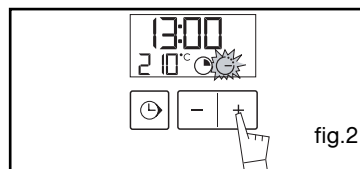
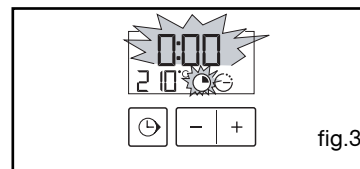

fig.2
fig.3
Réglez l'heure en appuyant sur les touches + et - (le maintien de la touche permet d'obtenir un défilement rapide) (fig.2).
Appuyez sur la touche "⌚" pendant quelques secondes jusqu'à faire clignoter l'afficheur (fig.2), puis relâchez. Des bips sonores indiquent que le réglage est alors possible.
Ajustez le réglage de l'heure avec les touches + et - (fig.3).
Exemple : position  (fig.2).
Il vous est cependant possible d'ajuster la température en actionnant la manette de sélection de température vers + ou - (fig.3)
L'affichage clignote à 0h00 pour indiquer que le réglage est alors possible (fig.2).
Exemple : 30 min de cuisson (fig.3).
Exemple : fin de cuisson à 13h (fig.2).
- l'indicateur de durée de cuisson et 0:00 clignotent (fig.3).
- Ajustez le temps choisi en appuyant sur les touches + ou - (fig.2).
- Appuyez simultanément sur les touches + et - pendant une dizaine de secondes jusqu'à l'affichage de "CO" afin de rentrer dans le mode de réglage (fig.2).
Après avoir réglé la luminosité de votre choix, attendez quelques secondes, puis remettez votre programmeur à l'heure du jour (fig.3).
Insérez les deux autres butées rouges dans les emplacements **A** prévus à cet effet (fig.2). Faire levier sur ces pièces afin de déclipper la glace (fig.3).